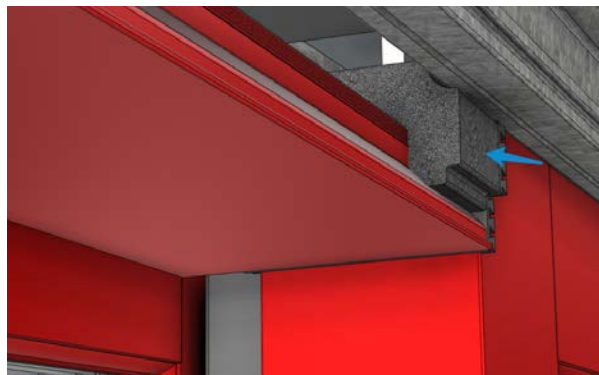

Fig C5
- Presione el bloque de espuma por ambos lados mientras empuja la tapa hacia arriba y hacia adentro del canal (Fig. C5).